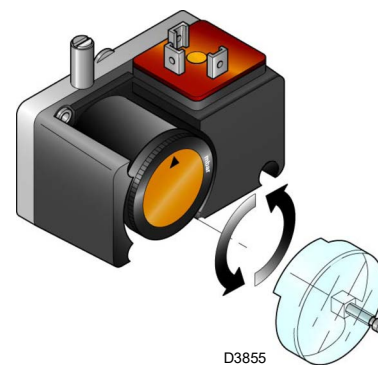

Рис. 30
- Отрегулируйте реле давления для контроля герметичности (комплект PVP)(Рис. 30 на стр. 31), при наличии, в соответствии с инструкциями, прилагаемыми к самому комплекту.
Отрегулируйте реле давления для контроля герметичности (комплект PVP) (Рис. 30) в соответствии с инструкциями, прилагаемыми к самому комплекту.